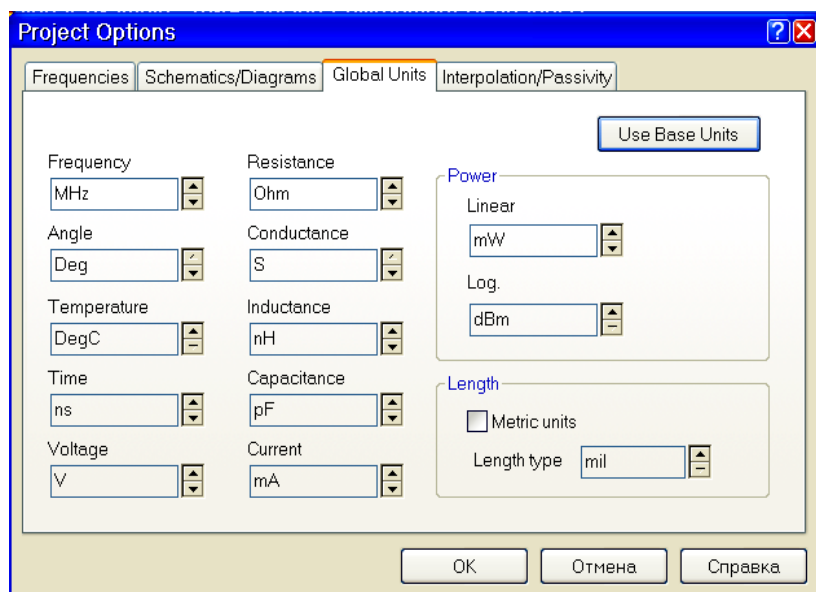

Рис. 3.1
1. Выберите в меню **Options>Project Options**. Откроется диалоговое окно **Project Options** (рис. 3.1).
3. Установите нужные единицы измерения, щёлкая по стрелкам, справа от поля ввода соответствующей единицы так, чтобы они соответствовали показанным на рис. 3.1, снимите флажок в поле **Metric units** (Метрические единицы), установите **mil** в поле